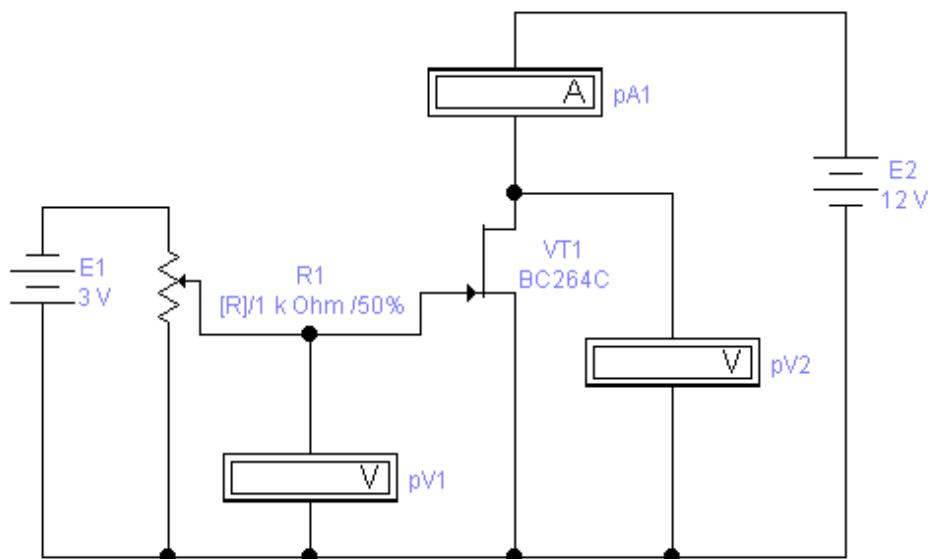

Рисунок 6.3 - Схема для зняття вольт-амперних характеристик польового транзистора із керованим $p-n$ переходом
2. Набрати схему для зняття вольт-амперної характеристики польового транзистора із керуючим $p-n$ переходом (рисунок 6.3).